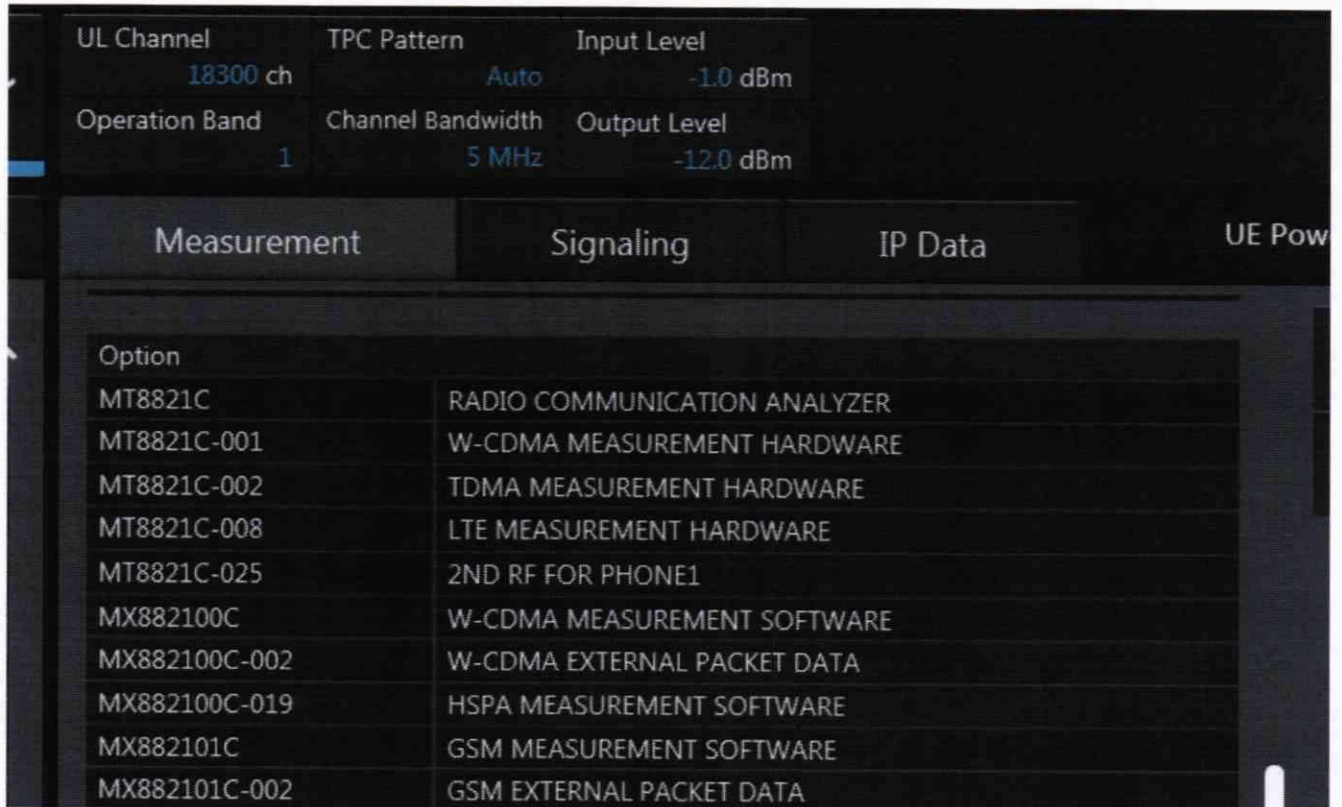

Рисунок 7.1.2
7.1.3 Используя полосу прокрутки вниз, найти в поле Option список установленных аппаратных опций с обозначением MT (рисунок 7.1.2).